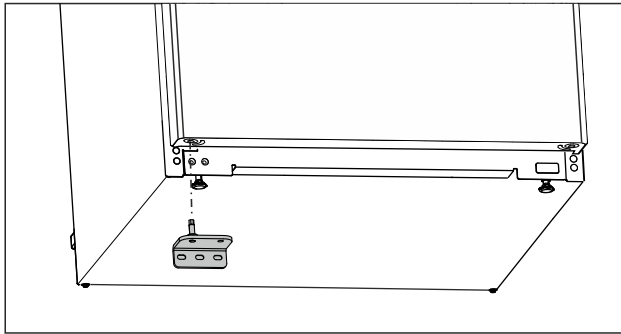

Fig. 21
- ▶ Vložte spodní stojan ložiska na opačné straně. (viz Fig. 21)